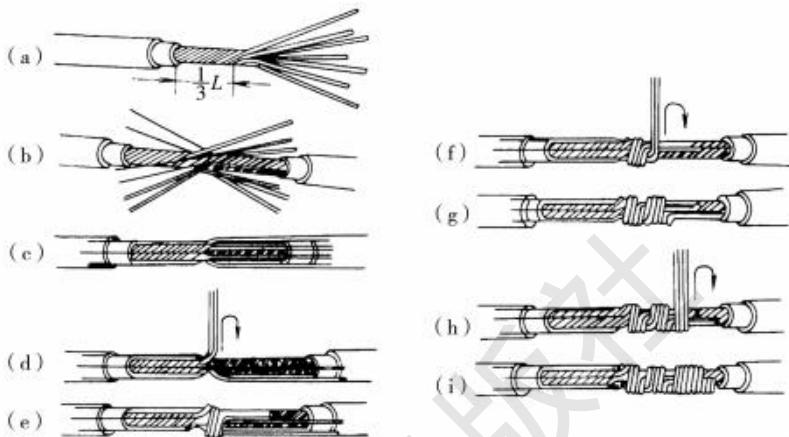

图 1-4 多股铜芯线的直线连接
- 1) 先将剖去绝缘层的芯线头拉直，接着把芯线头全长的1/3根部进一步绞紧，然后把余下的2/3根部的芯线头，按如图1-4(a)所示方法，分散成伞骨状，并将每股芯线拉直。
2) 把两导线的伞骨状线头隔股对叉,然后捏平两端每股线,如图 1-4(b)、(c)所示。
3) 先把一端的 7 股芯线按 2、2、3 股分成三组,接着把第一组股芯线扳起,垂直于芯线,如图 1-4(d)所示。然后按顺时针方向紧贴并缠绕两圈,再扳成与芯线平行的直角,如图 1-4(e)所示。
4) 按照上一步骤相同的方法继续紧缠绕第二组和第三组芯线,但在后一组芯线扳起时,如图 1-4(f)、(g)所示,第三组芯线应紧缠三圈,如图 1-4(h)所示。每组多余的芯线端应剪去,并钳平切口毛刺。导线的另一端连接方法相同。